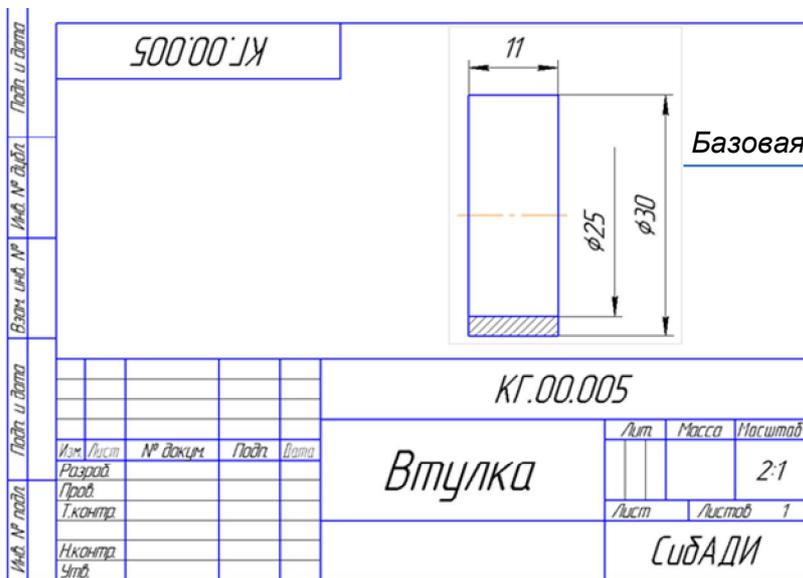

Рис. 4.22. Рабочий чертеж «Втулка»
- Откройте рабочий чертеж «Втулка», который находится в папке «... \Рабочие чертежи\ Втулка \_ КГ.00.005» (рис. 4.22).